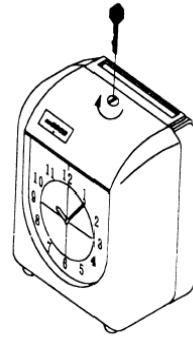

Figura 11:
- 1) Insertar la llave en el ojo de la cerradura (Figura 11)